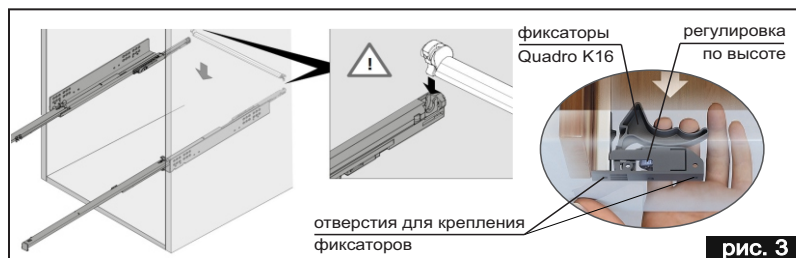
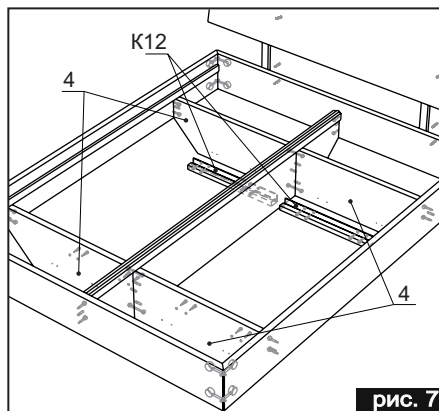

рис. 3
рис. 7
- На поперечины (4) прикрутить направляющие QUADRO K12 в имеющиеся отверстия винтами (рис.7). Закрепить адаптер Push to Open K14 на штангу для синхронизации Push to Open K15 и установить на направляющие Quadro K12 (рис.3).